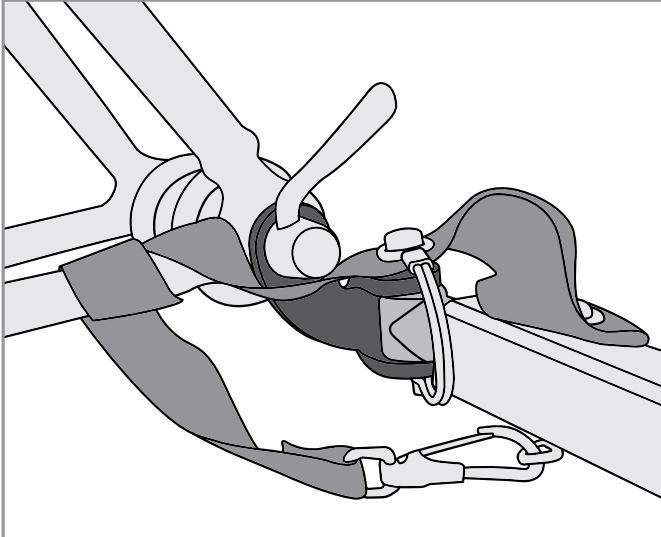

Figure 19
- Hooking the tow bar to the hitch:** Insert flex connector in between the two holes on the hitch. Insert retaining pin and close retainer. Wrap safety strap around the frame of the bike (twice if possible) and latch to the D-ring on the tow bar (Figure 19).
- Ankoppeln der Zugstange an der Anhängerkupplung:** Stecken Sie das flexible Verbindungsstück zwischen die beiden Löcher der Anhängerkupplung. Stecken Sie den Sicherungsstift hinein und schließen Sie die Arretierung. Wickeln Sie den Sicherungsriemen zweimal um den Fahrradrahmen und befestigen Sie ihn an der Öse an der Zugstange (Abbildung 19).
- Accrochage de la barre de remorquage à l'attelage :** Insérez le raccord souple entre les deux trous sur l'attelage. Insérez la goupille de sécurité et fermez le dispositif de retenue. Enroulez la sangle de sécurité autour du cadre du vélo deux fois et accrochez-la à l'anneau d'arrimage sur la barre de remorquage (Figure 19).